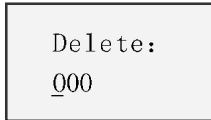

图 4.16 删除功能块
1. 于Editor编辑画面的“>Delete FB”处按下“OK”，则进入删除状态，如图4.16：